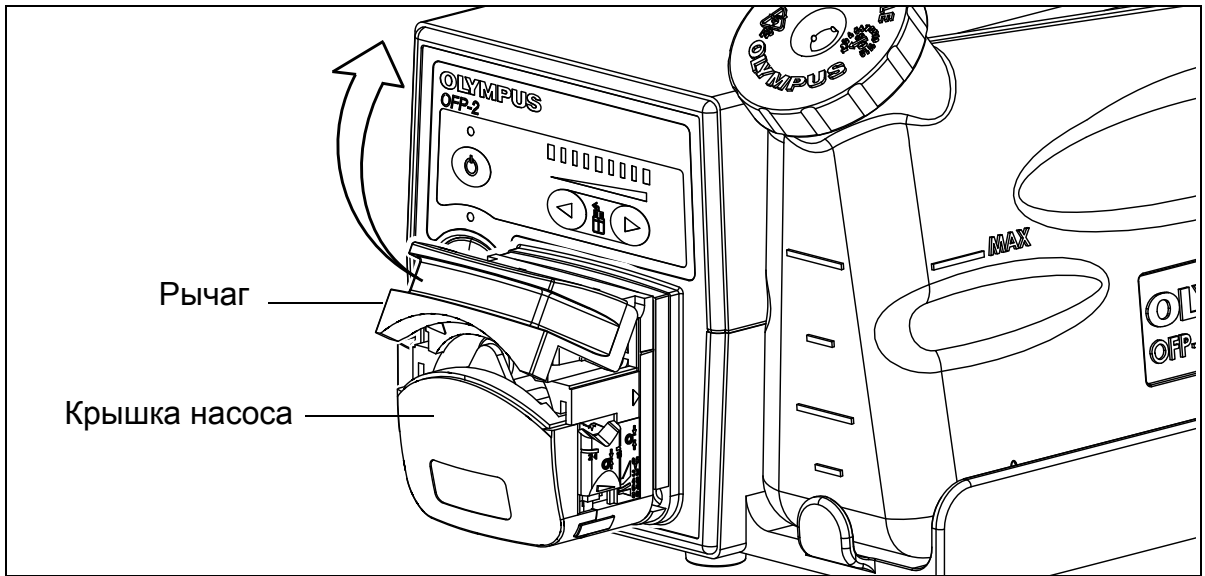

Рис. 3.3.
7. Сверяясь с Рис. 3.3., откройте рычаг на крышке насоса, чтобы получить доступ к роликам насоса.